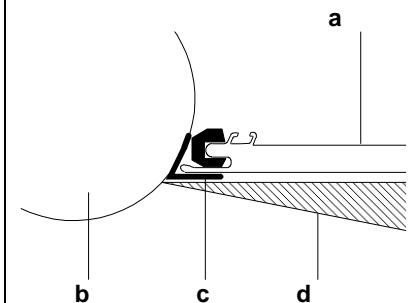

fig 2
- Le alette hanno un lato diritto ed un lato rovescio. Il lato diritto si riconosce per mezzo dell'etichetta, che rappresenta un sole (11). Nel caso in cui questa etichetta si fosse scollata, riferirsi alle rigature dei profilati di alluminio incollati sull'alella. Queste devono essere visibili, alla fine del montaggio del pagliolato.
2. **Introdurre** l'alella anteriore (1) nell'angolare anteriore [fig2]
3. **Inserire** l'elemento di chiglia (7) sotto l'elemento (2) finché le tacche siano in arresto [fig.2].
4. Incastrare e mettere in forma di tetto gli elementi (8) e (9) della chiglia [fig.2].